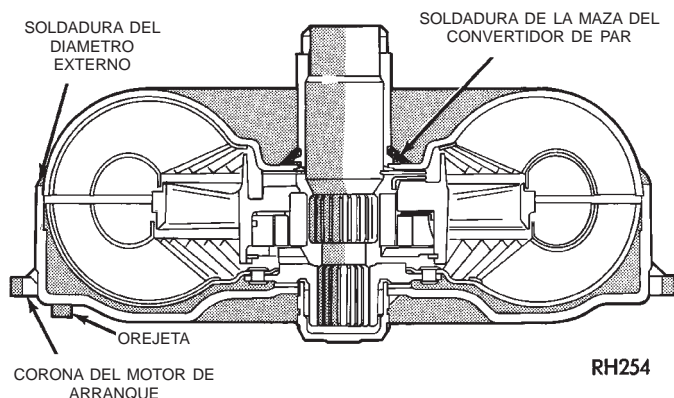

Fig. 12 Puntos de fuga del convertidor—Característicos
- (1) Fugas por la unión soldada alrededor de la soldadura del diámetro externo (Fig. 12).
- (2) Fugas por la soldadura de la maza del convertidor (Fig. 12).